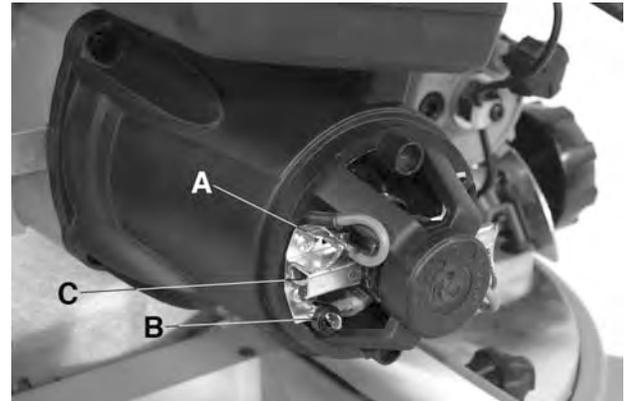
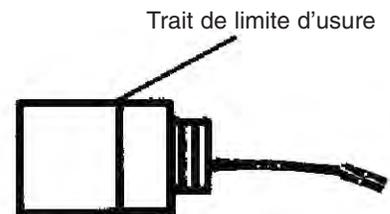

Figure 17
Figure 18
Une fois que le couvercle du boîtier du moteur est retiré, débranchez le fil (A) Fig.17 du balais de carbone. Pour retirer le balais de carbone du porte-balais, abaissez le ressort (C) à l'aide d'un petit tournevis.
Retirez les balais de carbone (C) Fig.17 des porte-balais et vérifiez-les. Remplacez-les quand l'usure est telle qu'il a atteint le trait de limite d'usure, voir Fig.18. Maintenez-les en état de propreté.